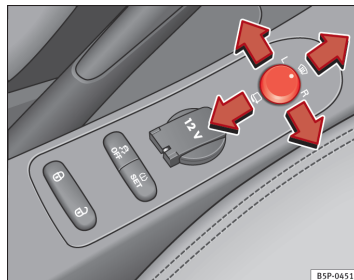

Fig. 86 Knap til indstilling af sidespejle
- Drej først knappen ⇒ Fig. 86 til position **L** (venstre sidespejl). ▶
- Drej knappen ⇒ Fig. 86 til position  for at klappe sidespejlene ind. For at undgå skader skal du altid klappe sidespejlene ind, når du kører din bil i et automatisk vaskeanlæg.